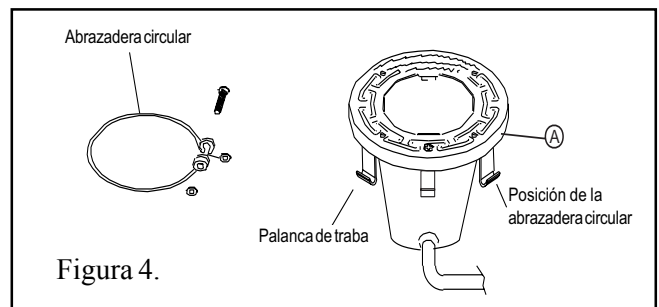

Figura 4.
4. Con los extremos curvos de la abrazadera circular unitensión apuntando hacia abajo, abra la abrazadera y colóquela en los huecos “U” de las palancas de traba. Asegúrese de que los extremos curvos de la abrazadera se encuentren entre el par de palancas de traba como se ilustra en la Figura 4, ubicación A. Verifique que la abrazadera esté correctamente enganchada con todas las palancas.